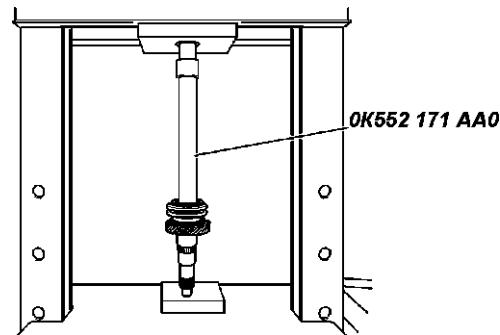

Рис. 6.24. Установка ступицы обоймы синхронизатора 5-ой передачи и заднего хода
3. При помощи приспособления SST (OK552 171 AA0) установите ступицу 40 в сборе, муфту синхронизатора 5 передачи и заднего хода, как показано на рис. 6.24.